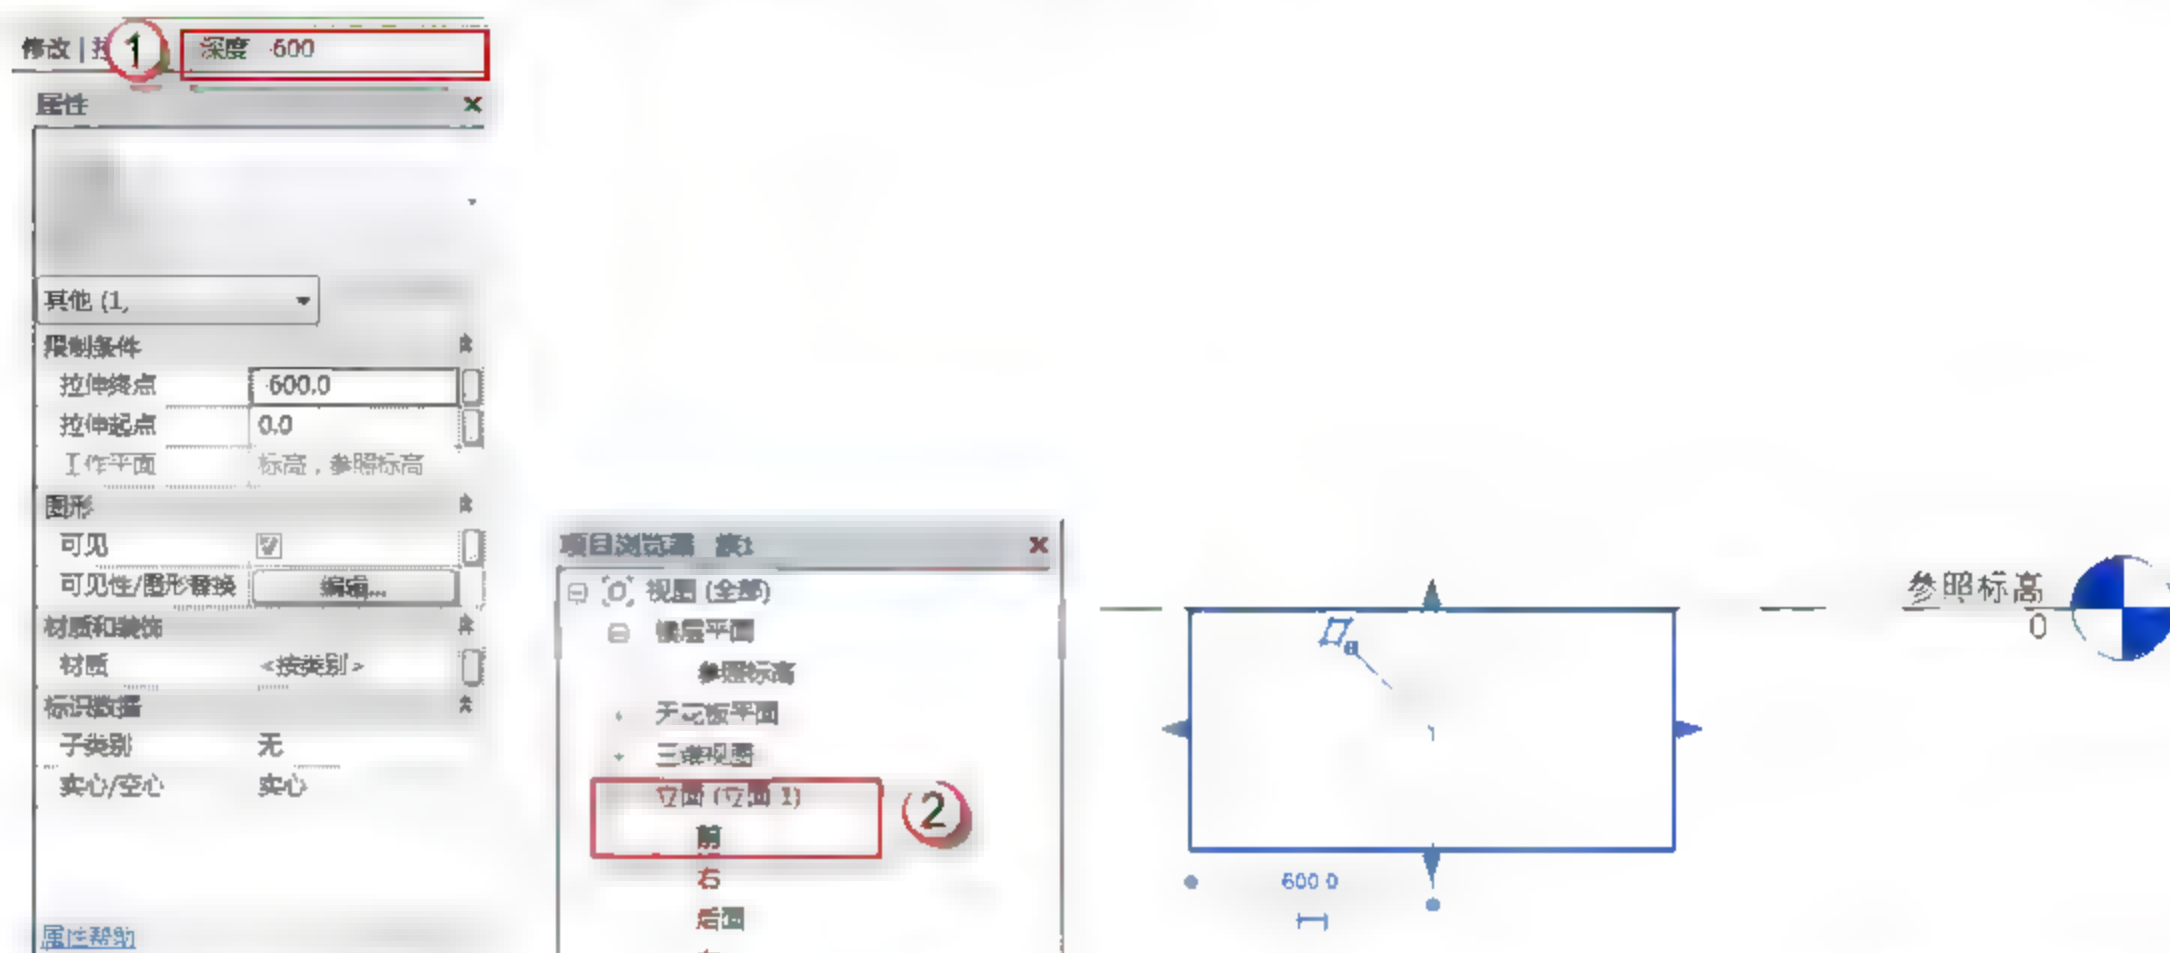

图 2.1.4 定义承台高度
(4) 定义承台高度。在 Revit 中用“深度”表示承台高度，因承台在参照标高以下，表示承台高度输入负值。单击“深度”按钮，输入数值 600，在“项目浏览器”中选择“立面”→“前”命令，观看承台高度，如图 2.1.4 所示。